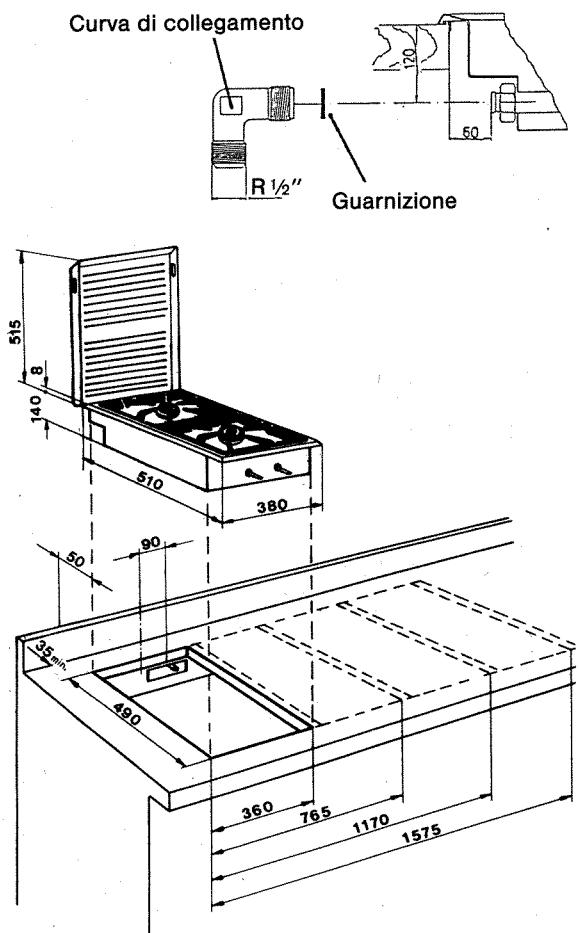

Fig. 3
L'apparecchio deve essere collegato con la curva R 1/2" e le guarnizioni in dotazione (v. fig. 3) per mezzo di una tubazione di allacciamento sicura o un tubo flessibile di sicurezza per gas omologato secondo la norma DIN 3383 parte 1. Dato che la temperatura del pannello di strumentazione non supera 70 K, si può utilizzare, come conduttrice di collegamento, anche un condotto di sicurezza per gas in metalloide resistente alla temperatura minima di 70 K.
2. Realizzare l'intaglio nel piano di lavoro seguendo la fig. 3. Se si prevede di montare un piano intermedio, rispettare una distanza di 150 mm tra il bordo superiore del piano di lavoro ed il piano intermedio.